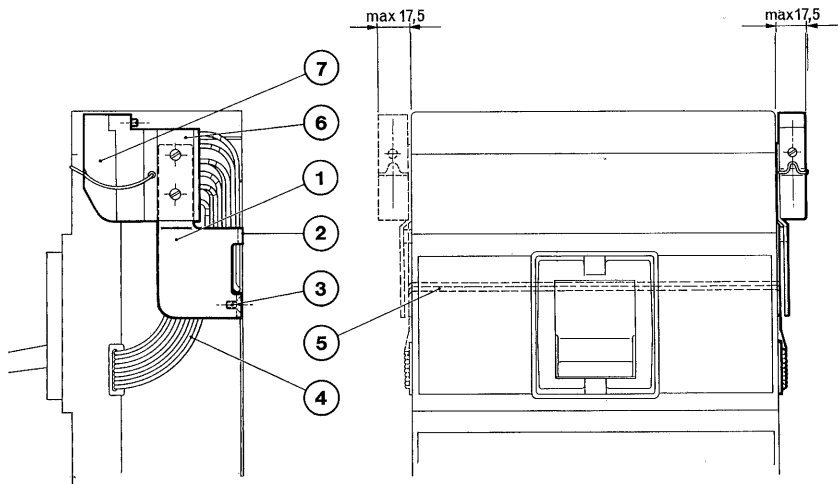

Fig. 40
9.13.1. Spina e presa fissa sull'interruttore (fig. 40)